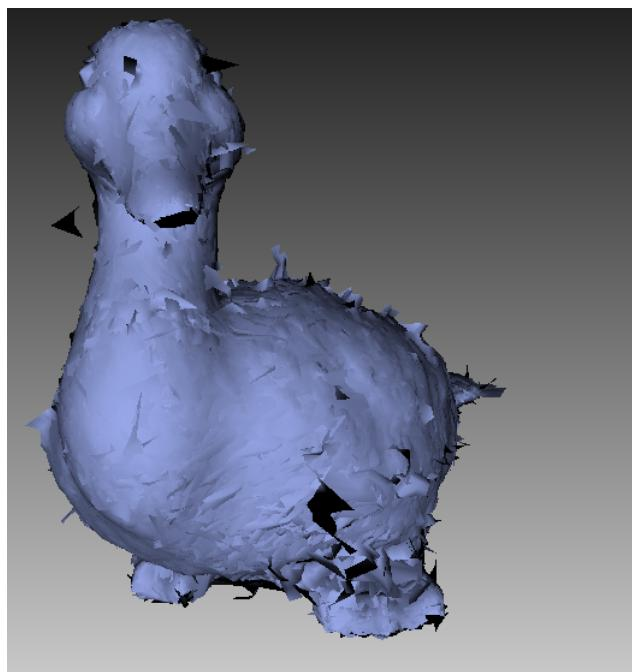

Рис. 8.21: Результат совмещения
3. Нажмите кнопку **Сборка**. Результат совмещения должен быть аналогичен приведенному на Рис. 8.21. Если вы не удовлетворены результатами совмещения, нажмите кнопку  и следуйте рекомендациям, приведенным в параграфе Ручная жесткая сборка с указанием пар точек.